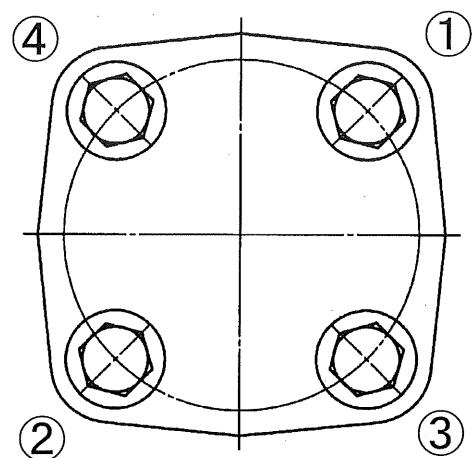
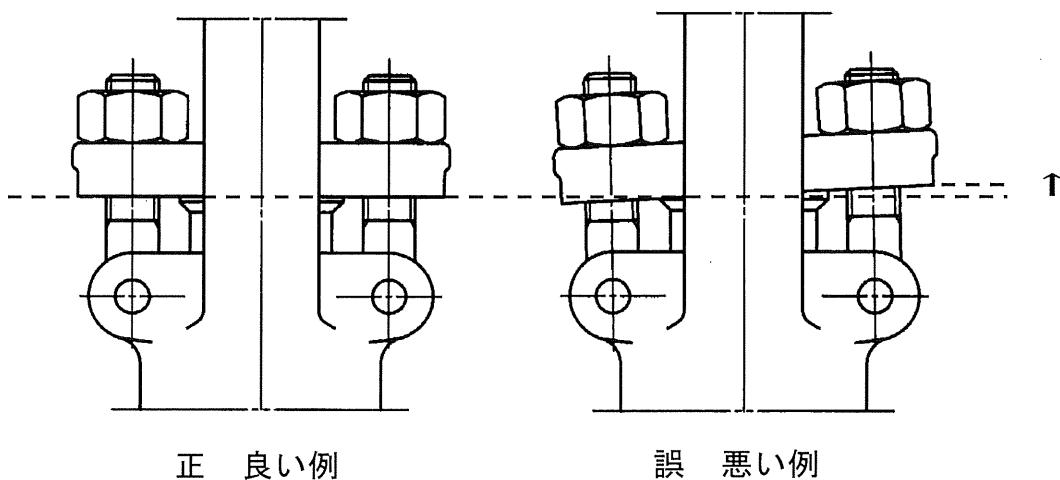

図 7.2 ふたボルトの締め付け順序例
図 7.3 グランドボルトナットの締め付け調整例
② この場合、ふたボルト、弁棒ねじ部にはグリースを塗ることによって焼き付きやかじりを防止することができます。
③ グランドパッキンを挿入する場合は、グランドパッキンの切り口が重ならないように、1リングずつ挿入し、且つ1リングずつ毎に適当な締付力を与えてください。
- ④ パッキンリング、グランドパッキン、ランタンリング、グランドパッキンの順に挿入してください。
- ⑤ ふたボルトの締め付けにあたっては、図 7.2に示すとおり、相対するボルトナットを交互に均等な力で締めてください。弁箱フランジ面とふたフランジ面が密着するまで締めつけてください。
⑦ 図 7.3に示すとおり、グランドボルトナットを締めながらハンドル車の廻り具合をみてグランドを片締めしないように交互に平均した力で調整してください。
- ② この場合、ふたボルト、弁棒ねじ部にはグリースを塗ることによって操作性を維持することができます。
- ③ グランドパッキンを挿入する場合は、グランドパッキンの切り口が重ならないように、1リングずつ挿入し、且つ1リングずつ毎に適当な締付力を与えてください。
- ⑤ ふたボルトの締め付けにあたっては、図 7.2に示すとおり、相対するナットを交互に均等な力で締めてください。弁箱フランジ面とふたフランジ面が密着するまで締めつけてください。
- ⑥ ふたボルトの締め付けトルクは、表 7.1に示すとおりです。
- ⑦ 図 7.3に示すとおり、グランドボルトナットを締めながらハンドル車の廻り具合をみてグランドを片締めしないように交互に平均した力で調整してください。
- ⑧ グランドボルトナットの締め付けトルクは、表 7.2に示すとおりです。